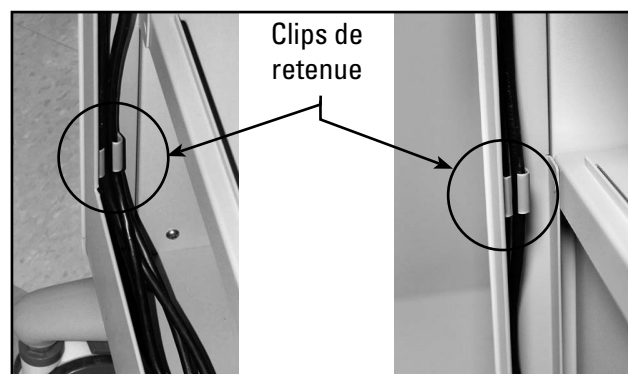

Figure 12. Fixation des câbles de branchement
8. Acheminer tous les câbles d'alimentation dans les retenues de câble présentes sur la face interne du panneau arrière du chariot, comme indiqué sur la figure. Voir la figure 12 - Fixation des câbles de branchement, ci-dessous.
2. Acheminer tous les câbles d'alimentation dans les retenues de câble présentes sur la face interne du panneau arrière du chariot, comme indiqué sur la figure 12 - Fixation des câbles de branchement.